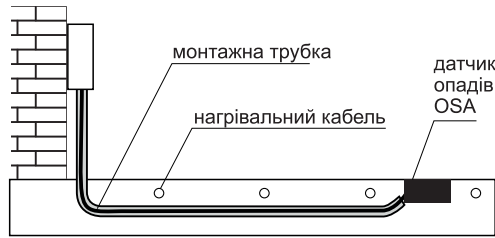

Рисунок 2. Монтаж датчика при підігріві ґрунту
- розташувати датчик в бетонній основі на одному рівні з обігріваемою поверхнею (рис. 2). Основа під місцем установки датчика має бути тверда. Це необхідно для того, щоб датчик не продавлювався в ґрунт при великому навантаженні зверху;